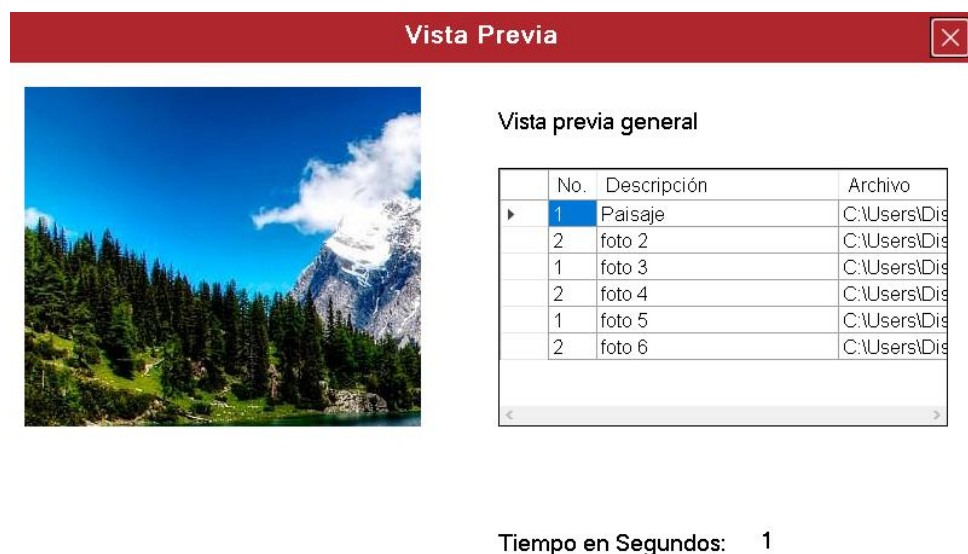

Figura 17. Vista previa general.
1. Para realizar una vista previa general, basta con oprimir el botón ubicado en la parte inferior de la Lista de secuencias [2], que abrirá, la presentación de todas las operaciones (imágenes) que serán realizadas en la secuencia (figura 17).